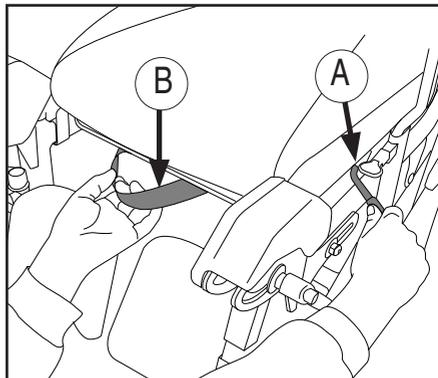

Figure 12
## Assise coulissante *Figure 12*
- Servez-vous de l'assise coulissante pour avancer l'utilisateur au maximum (voir figure 12, page 9)